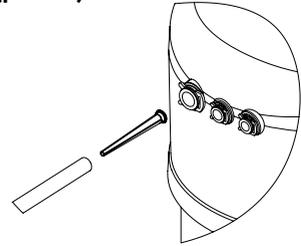

Рис. 9. Установка щелевой вставки
## Установка щелевой вставки (рис. 9)
- Извлеките щелевую вставку из трубки (см. рис. 9).